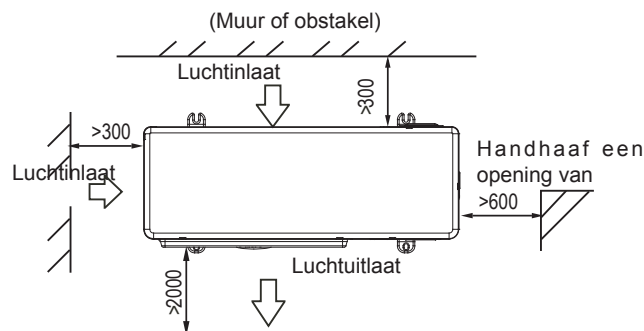
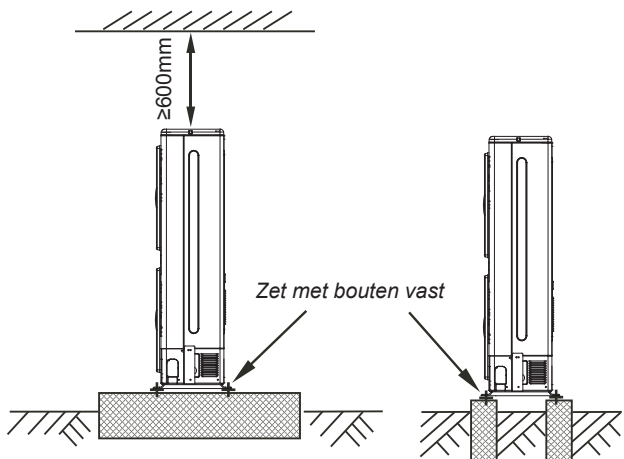

Fig. 6-5
Fig. 6-8
- 3) Zorg voor een betonnen fundering om het buitentoestel op vast te zetten (Zie afb. 6-5). (zie afb. 6-8).
- 4) Zet de poten van het toestel met bouten stevig vast om te voorkomen dat het bij harde wind of aardbevingen kan omvallen zie afb. 6-8).